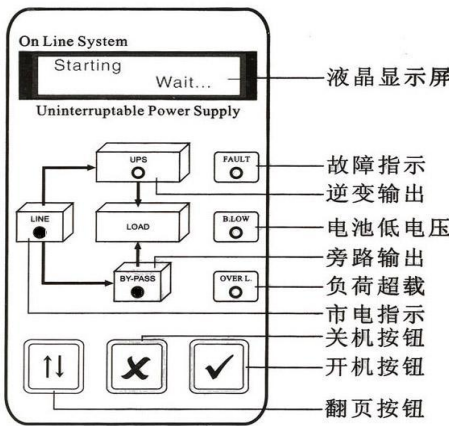

图 4.1
- 1. 请先将后板上电力开关“无熔丝断路器(NFB)”住上扳为 ON。前面板输入指示灯与旁路指示灯同时亮起，如图 4.1。